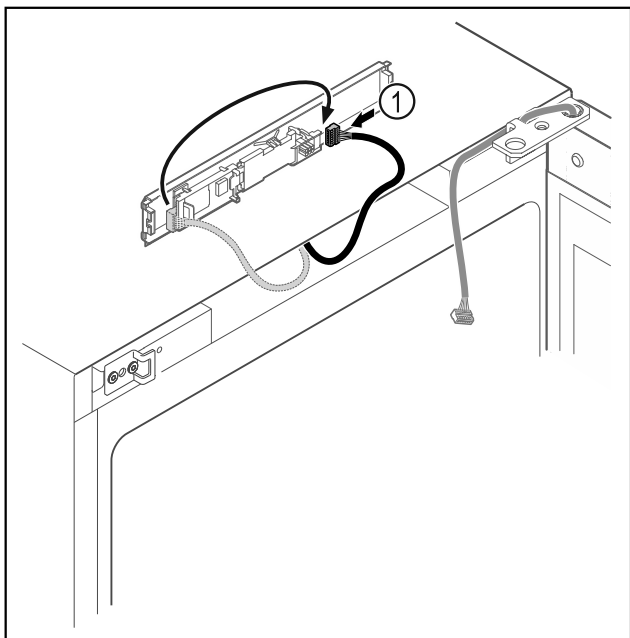

Fig. 13
- ▶ Ponovno spojite utikač Fig. 13 (1) na tiskanu pločicu.